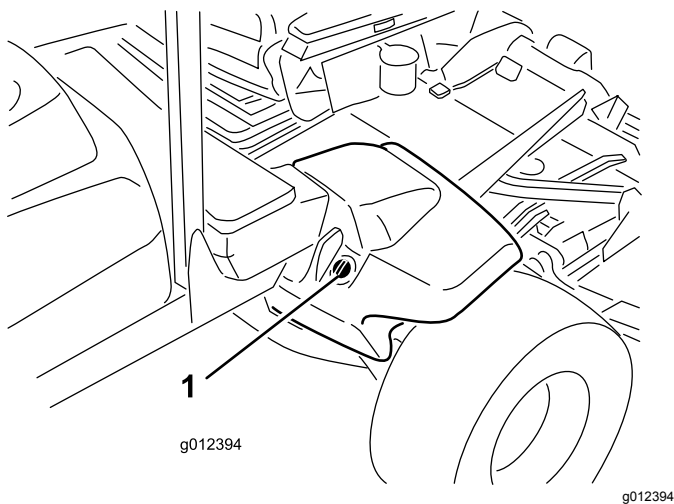

Bild 15
2. Reinigen Sie den Bereich um den Einfüllstutzen und den Deckel des Hydraulikölbehälters (Bild 15). Drehen Sie den Deckel vom Einfüllstutzen ab.